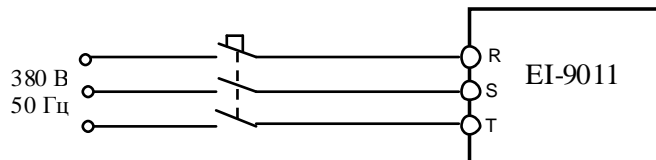

Рис. 4.16. Подключение ПЧ к сети 3ф 380В
4.11.3. Подать напряжение питания 3Ф ~380 В на преобразователь, как показано на рис. 4.16.